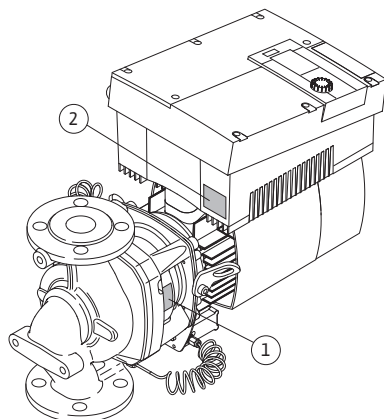

Fig. 11: Vardinių kortelių išdėstymas:
- Siurblio tipo vardinė kortelė (Fig. 11, poz. 1) yra serijos numeris (Ser.-No.../...), reikalingas, pvz., atsarginių dalių užsakymui.
- Elektronikos modulio vardinė kortelė (elektronikos modulis = inverteris arba dažnio keitiklis) (Fig. 11, poz. 2) žymimas panaudotas elektronikos modulis.